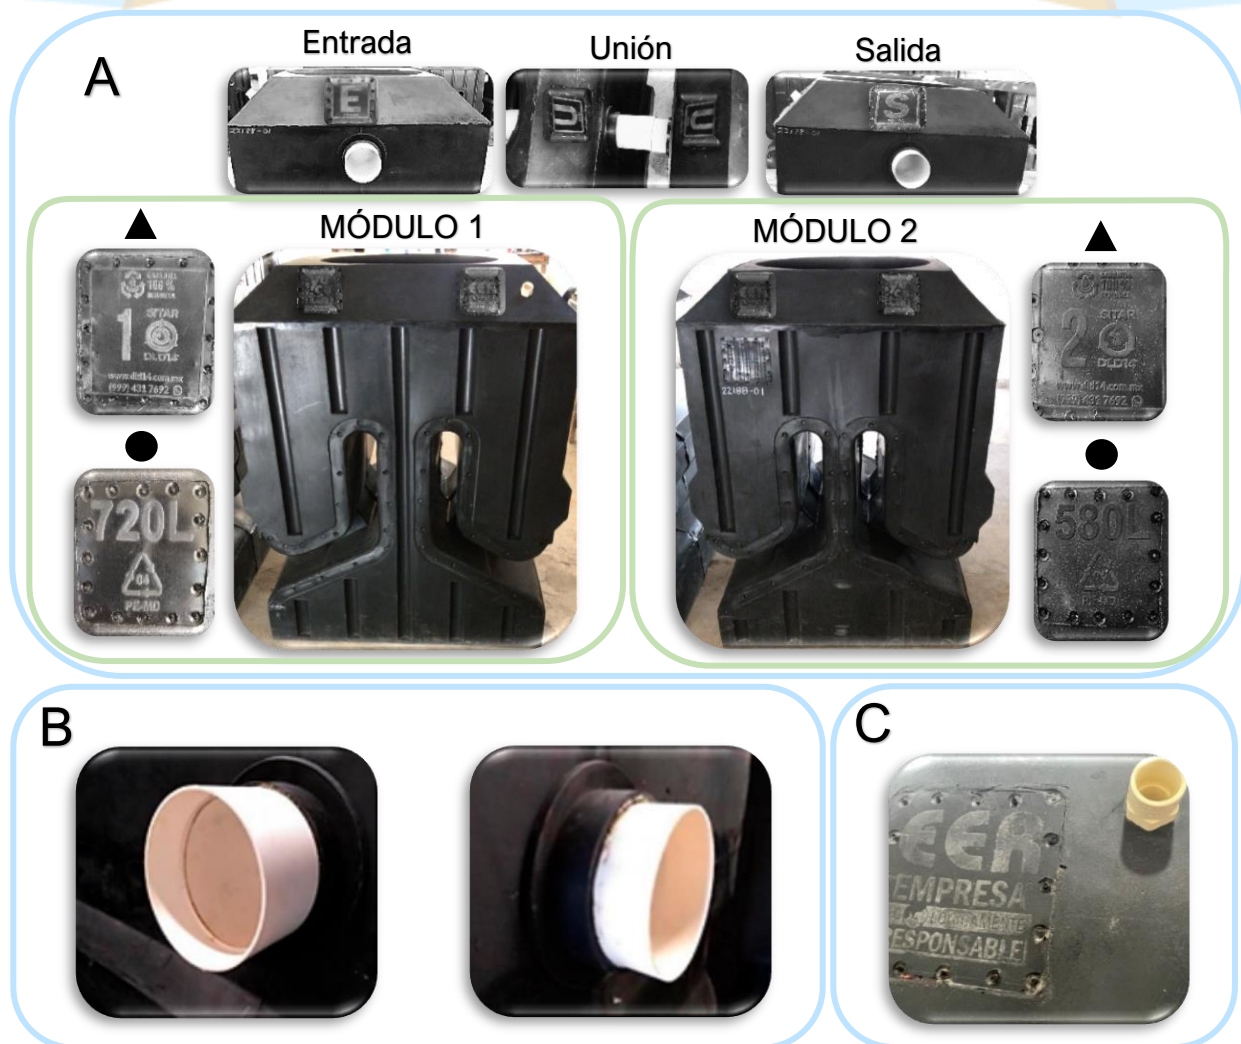
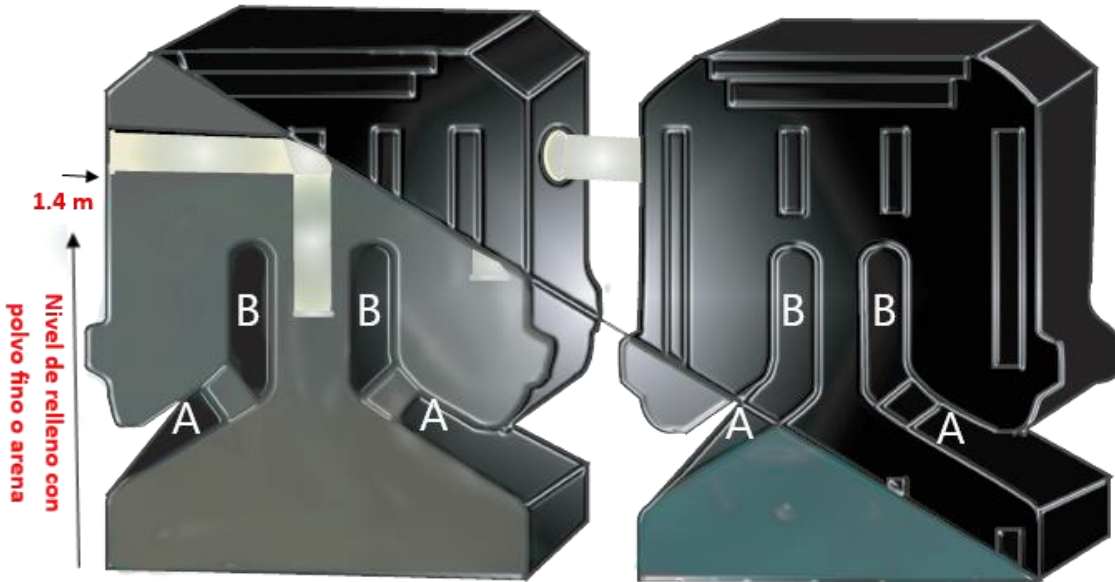

Figura 4. Partes importantes que componen y distinguen al **SITAR DLD14®**.
Figura 5. Esquema guía para el adecuado relleno externo del sistema con polvo fino o arena. Donde A y B corresponden a las partes huecas externas del sistema.
- La instalación (no incluida) para la salida de biogás, ubicada 15 cm por arriba del techo del bien inmobiliario el cual se conecta a un accesorio de CPVC de 3/4" (incluido con el producto, Figura 4 recuadro C) localizado en el segundo módulo del sistema. Se debe adicionar una capucha (no incluida) para la protección de la tubería de polvo, elementos externos y agua de la intemperie en la salida del respiradero (Figura 4 recuadro C).
Para situar de manera correcta los módulos dentro de la excavación tome de referencia las letras marcadas en la Figura 4 recuadro A, las cuales indican la forma en que deben ser unidos ambos módulos. Se recomienda bajar con cuidado cada uno de los módulos de forma manual, evitando utilizar cuerdas en las zonas delicadas del sistema marcadas en la Figura 5 (zonas A y B). Recuerde que, una vez presentados los módulos y antes de iniciar con las conexiones de las tuberías de entrada, unión y salida (Figura 4 recuadro A), debe revisar con un nivel que el sistema se encuentre correctamente ubicado sobre la plantilla de nivelación (de 5cm de espesor). Dicha plantilla funge como elemento de estabilidad y protección para el equipo de rocas o irregularidades presentes en el suelo.
El módulo 1 y 2 cuentan con una saliente de PVC sanitario de 4" y 10 cm de longitud (Figura 4 recuadro B), las cuales se deben unir mediante el uso de un cople (no incluido).
Una vez realizadas las conexiones de las tuberías del sistema, se debe rellenar la excavación donde se instaló el **SITAR DLD14®** con escombros fino tamizado (sin piedras) o arena. **BAJO NINGÚN MOTIVO DEBE RELLENARSE LA EXCAVACIÓN CON PIEDRAS, ESCOMBRO SIN TAMIZAR O GRAVA**, ya que puede tener piedras u objetos punzocortantes que lo puedan perforar. Asegúrese de cubrir el sistema instalado como mínimo los primeros 1.4 m. a partir de su base (Figura 5). Es de suma importancia cerciorarse que este correctamente relleno, en especial las partes huecas externas del sistema (Figura 5: zonas A y B), antes de ser llenado con agua. Posteriormente deberá llenar los módulos con agua hasta llegar a las $\frac{3}{4}$ partes de su capacidad. **NO SE DEBE LLENAR CON AGUA EL**